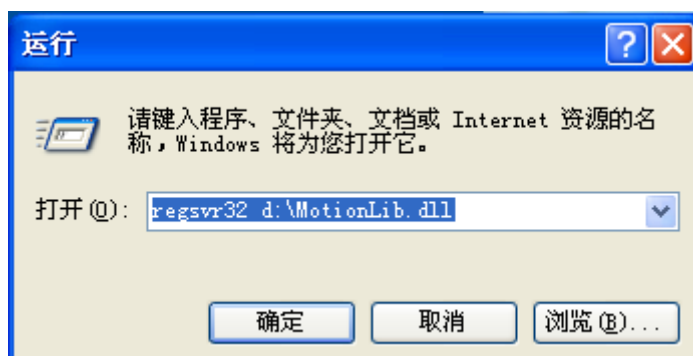

图 7.1 MotionLib 的注册
- 1) 在和驱动器随机提供的光盘上，找到程序库 MotionLib.dll 在操作系统桌面点击 开始->运行，打开如图 7.1 的对话框，输入以下命令：